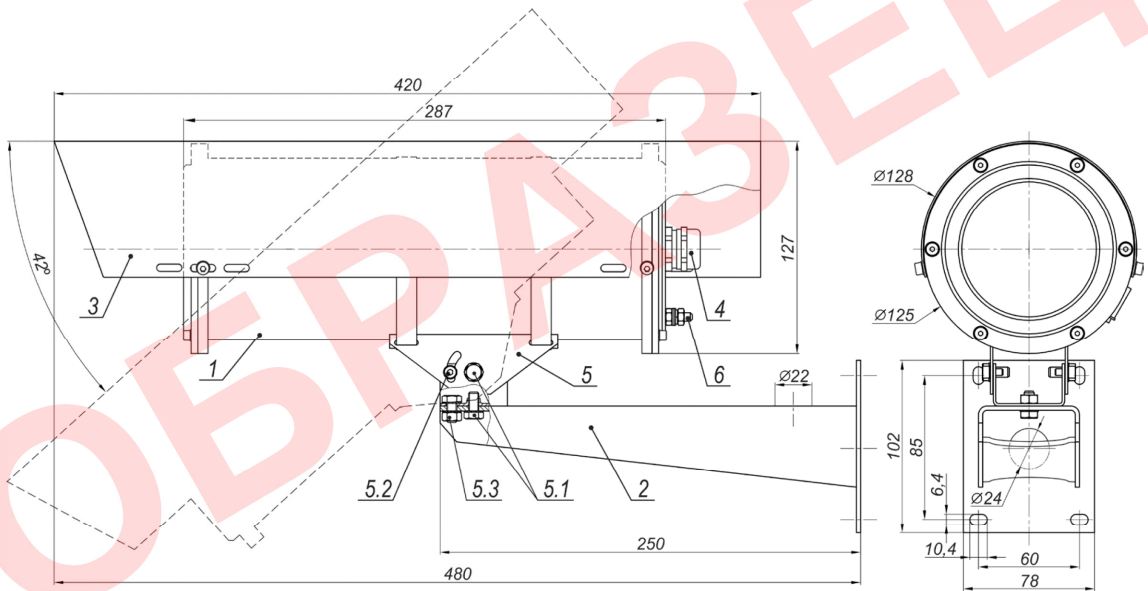

Рисунок 1 – Габаритные и установочные размеры
В состав изделия входят (см. рисунок 1):
6. Установить кронштейн 2 (рисунок 1) на штатное место, закрепить на нём видеокамеру 1.
8. Ослабив болты и винты фиксации шарнира 5.1, 5.2, 5.3 (рисунок 1), установить видеокамеру на нужное направление обзора, после чего надежно зафиксировать шарнир, затянув болты и винты.